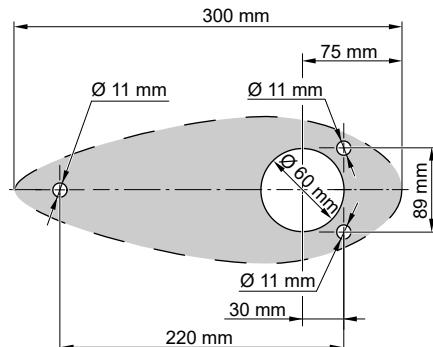

Fig. 41: Afmetingen
1. Boor vier gaten voor de montage van de pod in de romp van de boot, zie **"Fig. 41: Afmetingen"**. Gebruik het aangepaste adapterblok als boorschijfblad indien nodig.
5. Schroef de inbouwflens (5) langs de binnenkant met M10 moeren (1) (max. 37 +/- 3 Nm) vast.